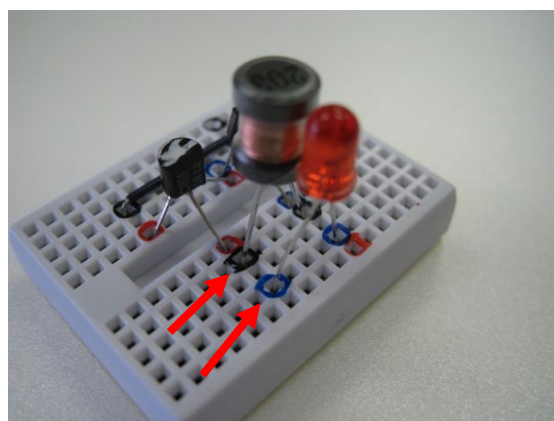

図3-5 コイルとLEDの取り付け
④ チョークコイルしゅつりよく (出力コイル) とLEDをさしこ込みます。(図3-5)